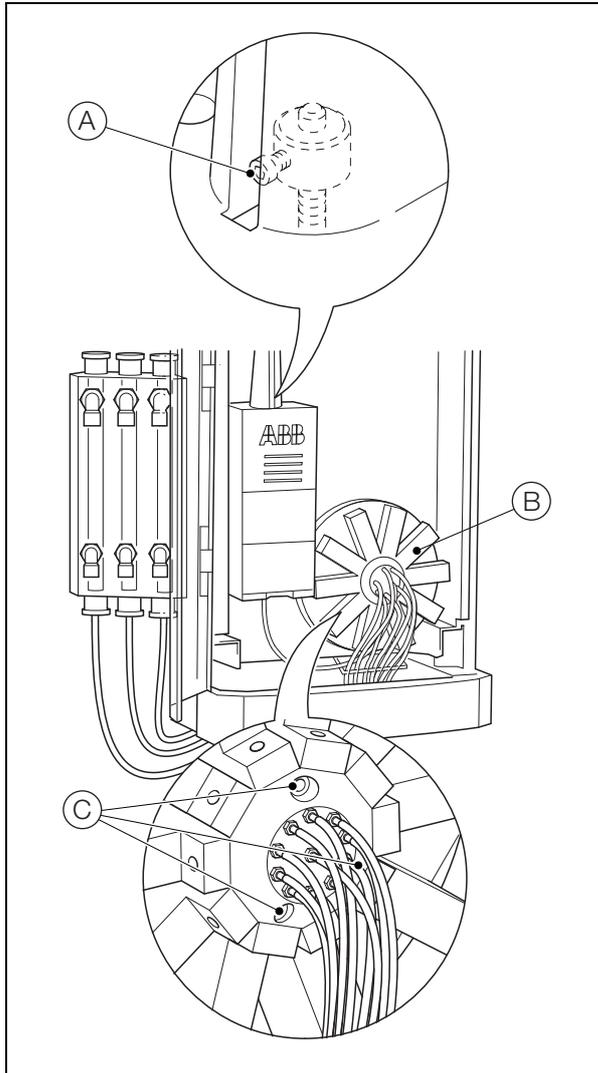

Abb. 13.1 Ausbauen des Ventilblocks
1. Siehe Abb. 13.1:
- Überprüfen Sie, ob die Verdrehsicherung (A) am Boden des Schlitzes in der oberen Abdeckung der Messzelle positioniert ist und damit anzeigt, dass sich der Zellenkolben am unteren Hubende befindet.
4. Siehe Abb. 13.1:
- Öffnen Sie die Klappe der Analyseeinheit, und halten Sie die aktuelle Position aller am Ventilblock (B) angeschlossenen Leitungen fest, um Fehler beim Wiederanschießen zu vermeiden.
- c. Entfernen Sie die drei M4-Schrauben (C) zur Befestigung des Ventilblocks am Analysator, nehmen Sie den Ventilblock heraus, und legen Sie ihn auf einer sauberen Arbeitsfläche ab.